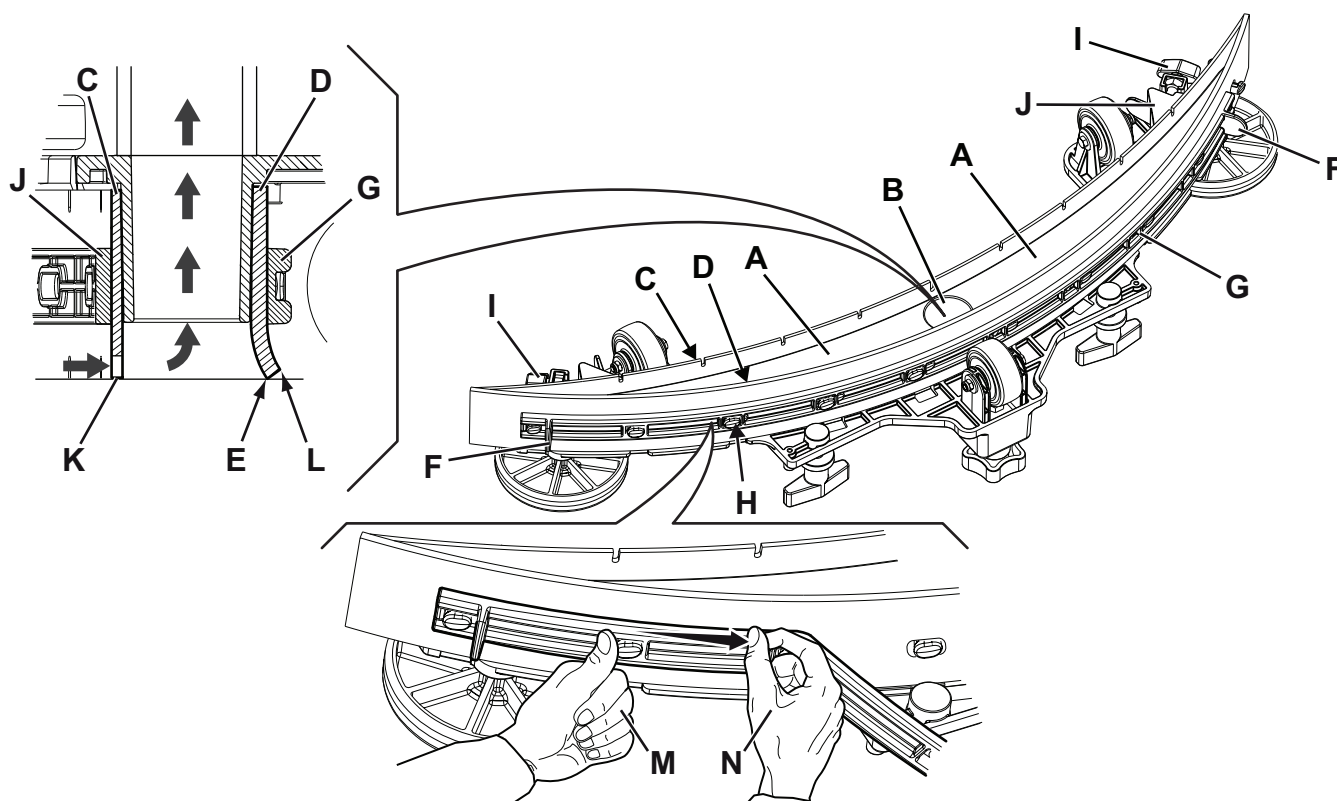

Figure 7
2. S'assurer que la machine est éteinte et (si présente) avec la clé de contact (41) retirée.
3. Desserrer les boutons (14) et déposer l'embouchure (29).
4. Laver et nettoyer l'embouchure. Nettoyer en particulier les compartiments (A, Fig. 7) et l'orifice (B) de la saleté et des déchets. Contrôler que la lamelle en caoutchouc avant (C) et la lamelle en caoutchouc arrière (D) sont intactes et qu'elles ne présentent pas de coupures ou déchirures ; en cas contraire, les remplacer comme indiqué au paragraphe suivant.
2. Contrôler que la lamelle en caoutchouc avant (C, Fig. 7) et la lamelle en caoutchouc arrière (D) sont intactes et qu'elles ne présentent pas de coupures ou déchirures ; en cas contraire, les remplacer en procédant comme suit. Contrôler que l'arête avant (E) de la lamelle en caoutchouc arrière n'est pas usée ; en cas contraire, tourner la lamelle en caoutchouc, en remplaçant l'arête usée avec l'une des trois arêtes intactes. Si toutes les arêtes sont usées, remplacer la lamelle en caoutchouc en procédant comme suit :
- À l'aide de la lamelle (F), libérer et retirer la bande élastique (G) des dispositifs de retenue (H), puis remplacer/renverser la lamelle en caoutchouc arrière (D).
- Monter la lamelle en caoutchouc arrière dans l'ordre inverse par rapport au démontage. Fixer la bande élastique (G) aux dispositifs de retenue (H) à partir d'un côté. Fixer les dispositifs de retenue un à un, en bloquant la bande avant le dispositif de retenue d'une main (M) et en la tirant avec l'autre main (N) pour faciliter la fixation.
- Dévisser les boutons (I) et enlever la bande de retenue (J), puis remplacer/renverser la lamelle en caoutchouc avant (C).
3. Reposer l'embouchure (29) et serrer les boutons (14).
- Vérifier que le rabat (K) de la lamelle en caoutchouc (C) et le rabat (L) de la lamelle en caoutchouc arrière (D) posent comme indiqué sur la figure.
- Pour le réglage, utiliser la manette (15).